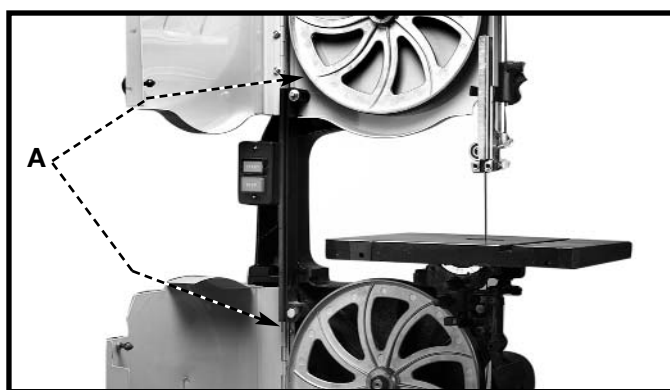

Fig. 21
5. Coloque el otro extremo de la hoja alrededor de los dos conjuntos de rueda (A), Fig. 21.
6. Vuelva a colocar el pasador de la mesa (A) Fig. 21.